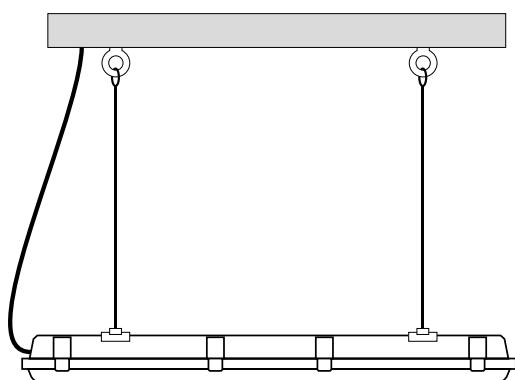

Рис. 2. Установка светильника подвесным способом
- ↗ Для подвесного монтажа (рис. 2) закрепите на потолке рым-болты для тросов (в комплект не входят).